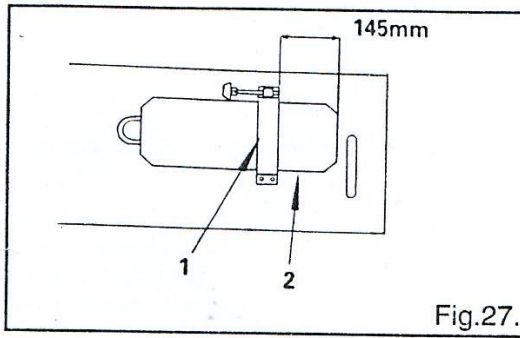

Fig.27.
23. Установка коленоподъемника (Рис. 27, 28, 29)
1. Замечание: для вышивания горизонтальное расстояние можно регулировать в любых пределах между минимумом и максимумом, можно установить вертикальное расстояние на «0». Можно сконструировать и установить коленоподъемник таким образом, чтобы с его помощью управлять смещением иглы (Рис. 27, 29).